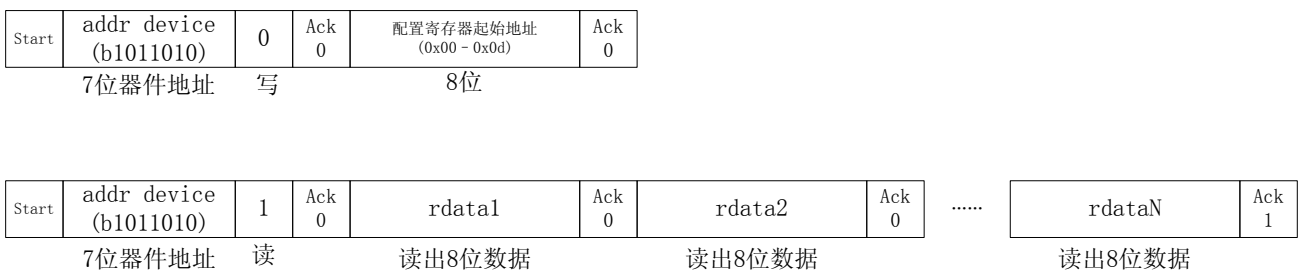

图 8.1b I²C 读操作
1. MCU 发 EG1501 的写操作地址 0xB4h, 既如图 8.1b 所示的高位 7 位器件地址的 b1011010 和写操作位 bit0 为“0”。